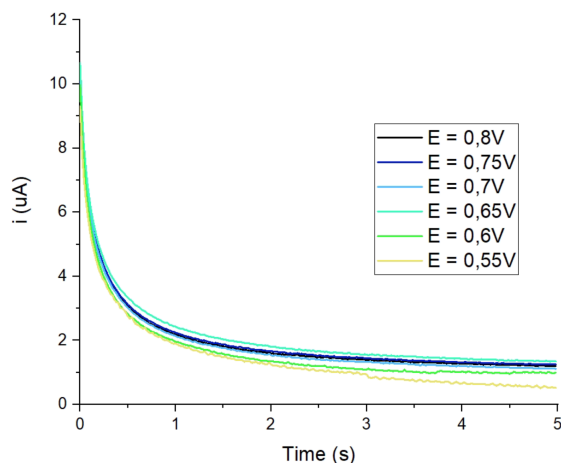

FIGURE 2 – chronampérométries du ferrocène dans le DMF sur électrode de carbone vitreux vs
4. On donne ci-dessus (figure 2) les courbes de Cottrell obtenues en fonction du potentiel appliqué dans le cadre de l'oxydation du ferrocène ($C = 2mM$), commentez.
5. Les courbes obtenues figure 2 ont été linéarisées sur l'échelle de temps 0 – 6s et sont présentées figure 3. Expliquer la méthode employée pour linéariser ses courbes et l'expression littérale de la pente que l'on doit obtenir. Commenter le comportement aux temps longs et aux temps courts.